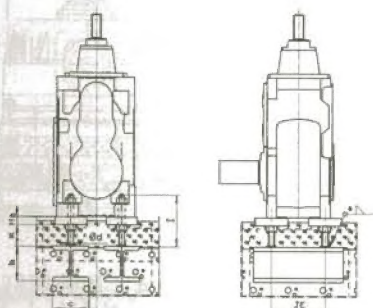

图.3
小减速器的安装详图如图1和图2所示，较大的减速器如图3、4、5、6所示，按下列顺序进行安装：
- 2.1 将图1、图3或图5所示的零件紧固到减速器上。